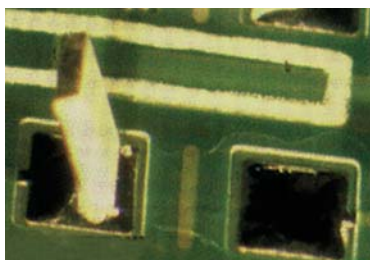

Рис. 4. Эффект надгробного камня
4. **Эффект надгробного камня (tombstoning)** (см. рис. 4). Так называется дефект пайки, при котором элемент поднимается в вертикальном или наклонном положении, из-за чего одна его сторона оказывается непропаянной. В большинстве случаев данный дефект связан со смачиванием. Особенно это характерно для способов оплавления, при которых одни площадки компонента достигают температуры плавления раньше, чем другие, и в результате воздействия силы поверхностного натяжения происходит смещение компонента вверх с одного края. Во избежание данного дефекта следует использовать паяльную пасту с улучшенным смачиванием, например, NC293+ производства компании AIM.